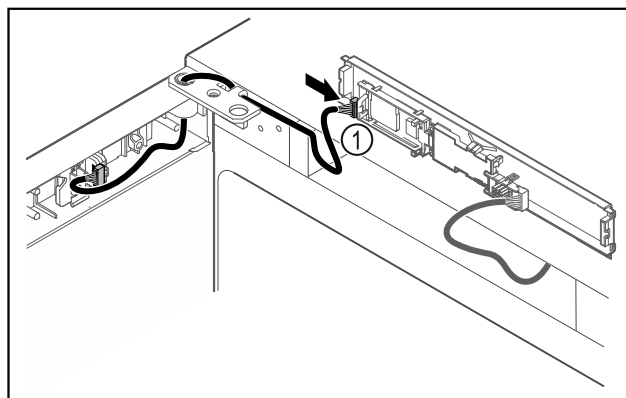

Fig. 50
- Brancher le connecteur Fig. 50 (1) sur la platine.